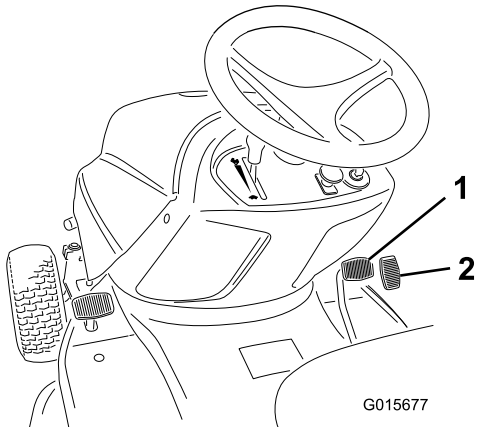

Bild 14
2. Stellen Sie den Fuß auf das Gaspedal zum Vorwärtsfahren und treten Sie das Pedal langsam durch, um vorwärts zu fahren (Bild 14).
2. Stellen Sie den Fuß auf das Gaspedal zum Rückwärtsfahren und treten Sie das Pedal langsam durch, um rückwärts zu fahren (Bild 14).